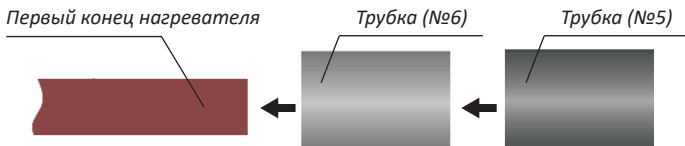

Рисунок 1
6.1. Надвинуть на оболочку одного из концов нагревательного кабеля трубку холодной усадки (№6) и трубку термоусаживаемую, длиной 200мм (№5) (рис.1).